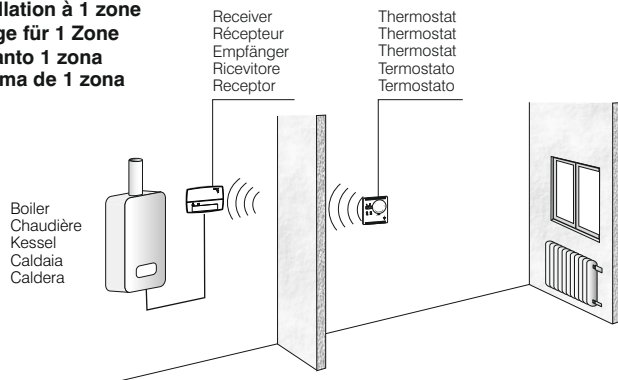

Fig. 3
**A) Impianto 1 zona** (fig. 3) - composto da: